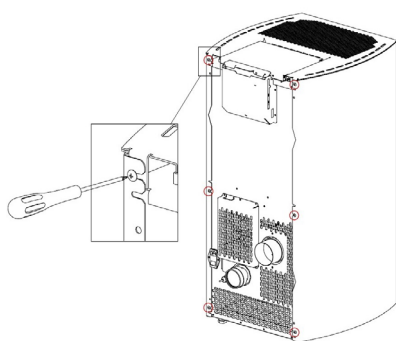

Fig. 31 - Draai de schroeven los
- Draai de 6 schroeven achteraan los (zie **Fig. 31 op pag. 21**).